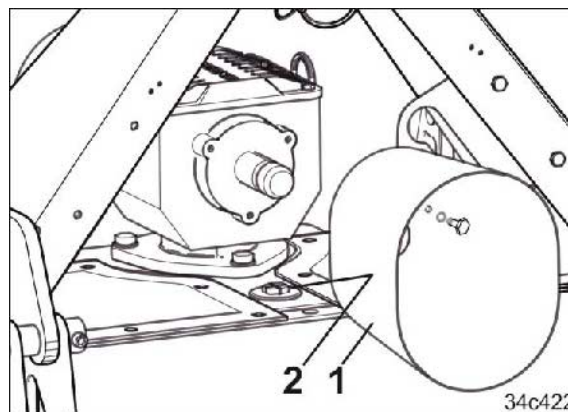

Fig. 181
2. Skru av beskyttelseshetten (Fig. 181/1).
3. Åpne tetningspluggen (Fig. 181/2).